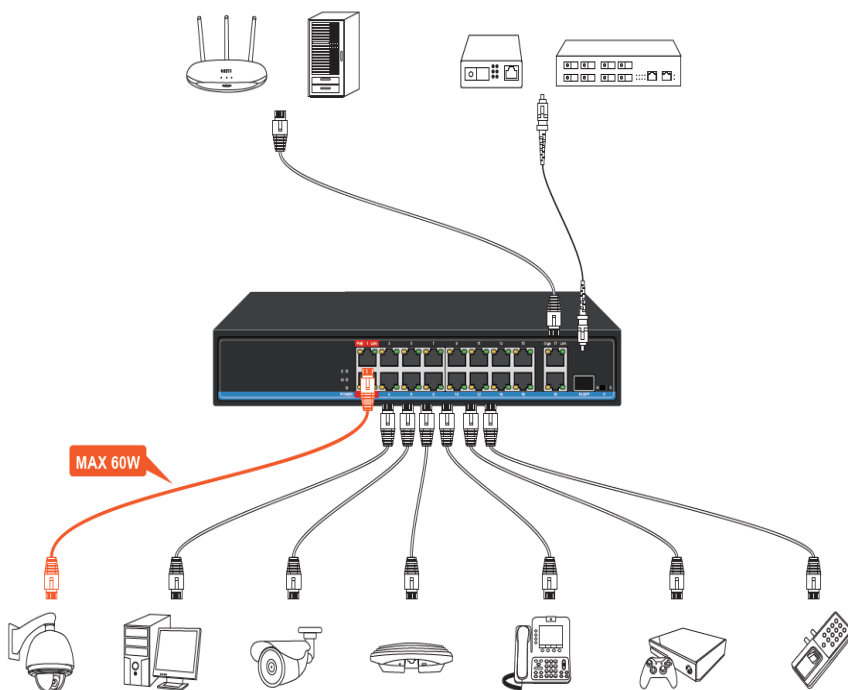

Рисунок 6 – схема подключения устройств к коммутатору
- Посредством сетевых кабелей подключите IP-видеокамеры с питанием PoE к портам Ethernet (см. рисунок 6).
- Возьмите оптоволоконный разъём и плавно вставьте его в гнездо порта SFP коммутатора (см. рисунок 6).
- Используйте порты Uplink для подключения к ним компьютеров или IP-видеорегистраторов (см. рисунок 6).